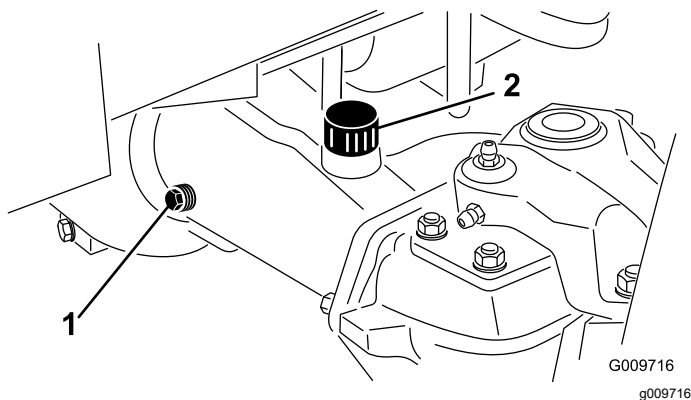

Figure 57
2. Enlevez un bouchon de contrôle à une extrémité du pont et vérifiez que le lubrifiant atteint la base de l'orifice (Figure 57).